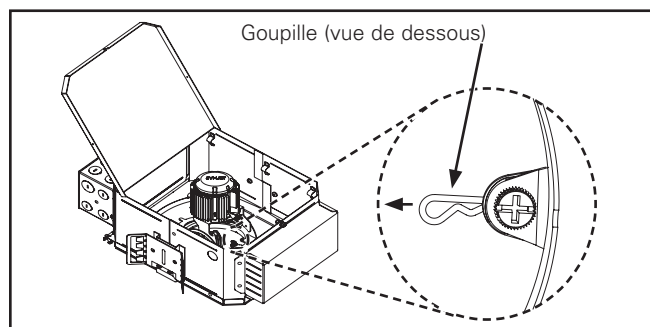

Figure 21.
- Retirez la goupille fendue de la vis de blocage de la rotation (Figure 21.). Utilisez un petit tournevis plat ou une pince à bouts pointus. Conservez la goupille fendue pour le remontage.